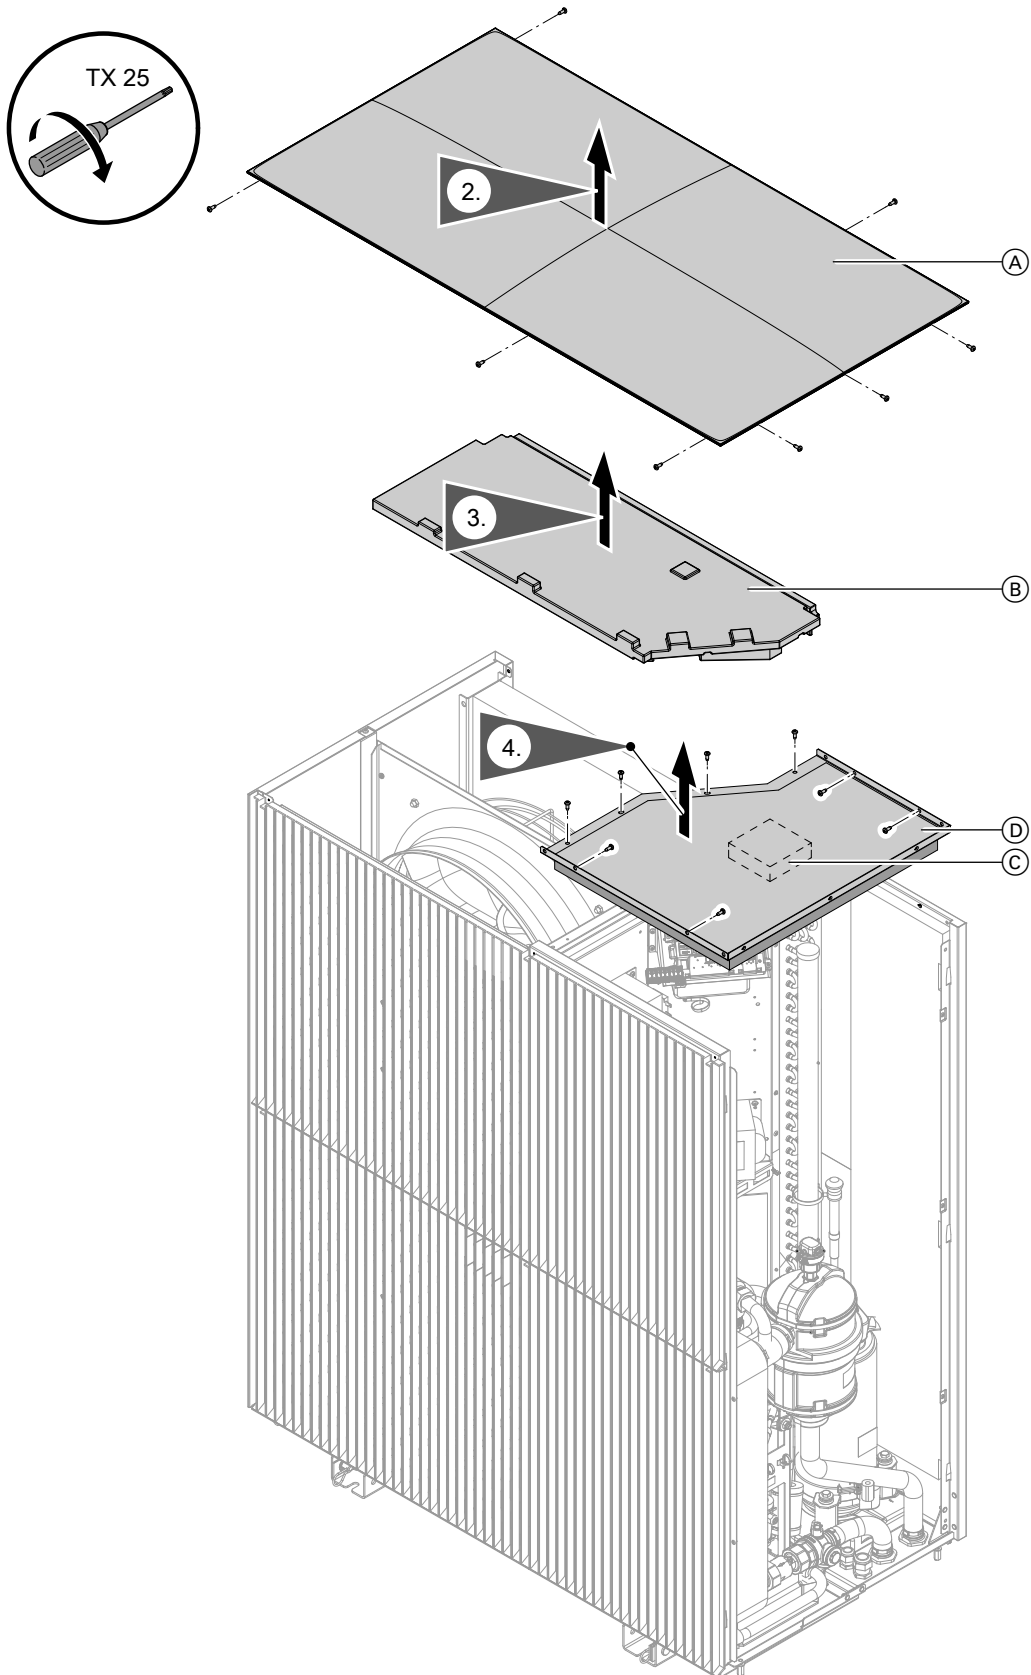

Abb. 108
- 7. Deckel abbauen: Siehe Abb. 108.
2. Deckel abbauen: Siehe Abb. 108.